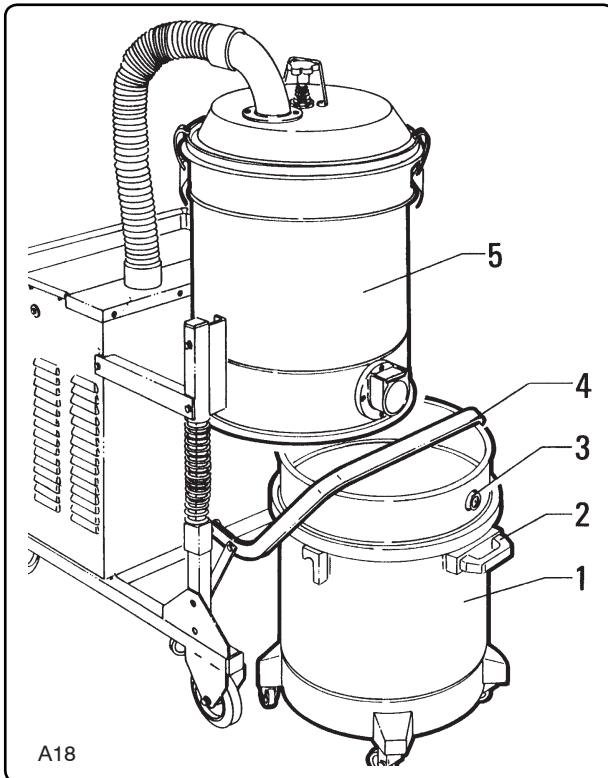

Fig. 6.3.1
6.3 - Svuotamento del contenitore (fig. 6.3.1)
6.3 - Emptying the container (fig. 6.3.1)
6.3 - Vaciado del contenedor (fig. 6.3.1)
6.3 - Het legen van de container (afb. 6.3.1)